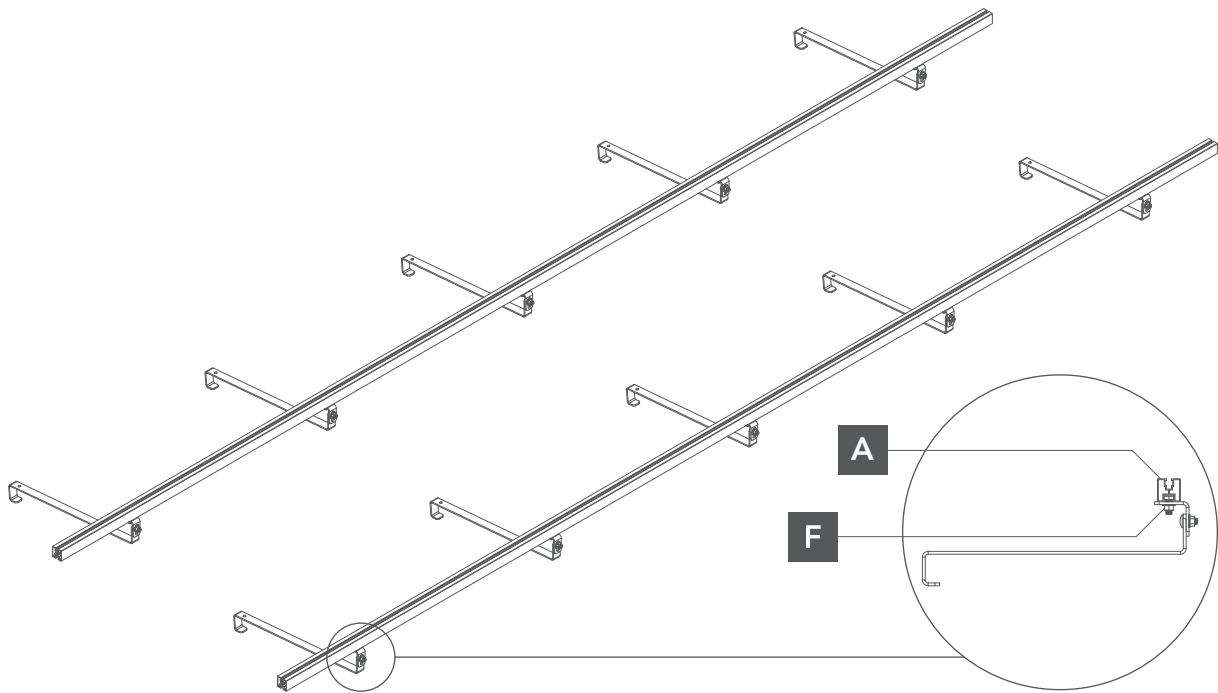

Abb. 6. Befestigung der Montageschiene an der Dachbefestigung
- 4** Danach sollte man die Schraube DIN 6923 M10x25 durch ein Ende des Montageschienen führen, sie mit dem Dachhalterung passend machen und sie mit dem Mutter DIN 6923 M10 befestigen (Abb. 6).